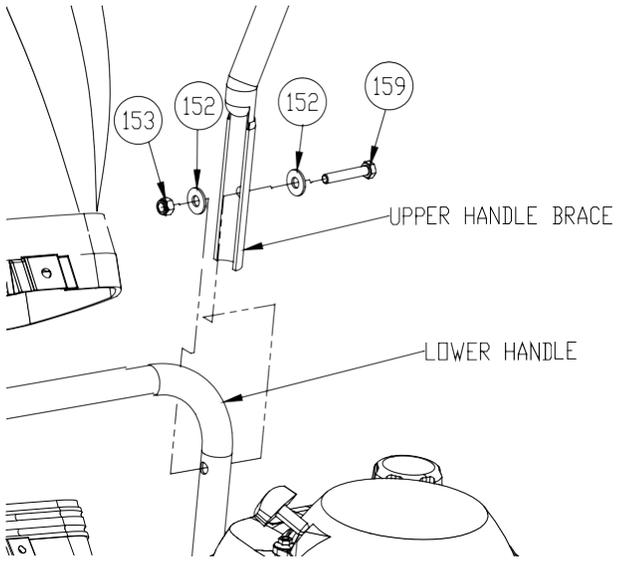

Abb. 3
4. Befestigen Sie die obere Griffstütze mit entsprechender Hardware am unteren Griff. Wiederholen Sie dann diesen Schritt auf der anderen Seite (Siehe Abb. 3 nächste Seite)